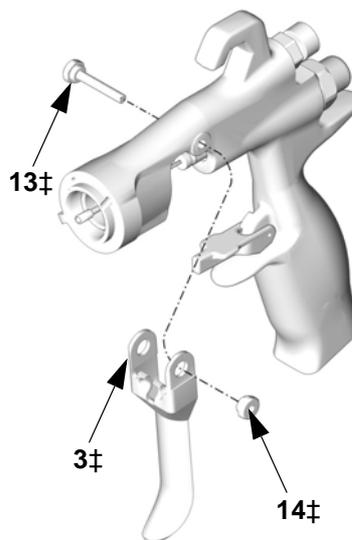

ABB. 37
- Abzugs-Drehzapfenmutter (14‡), Drehzapfen (13‡) und Abzug (3‡) mit Pistolenwerkzeug (30) und Steckschlüssel (29) ausbauen. Siehe ABB. 37.